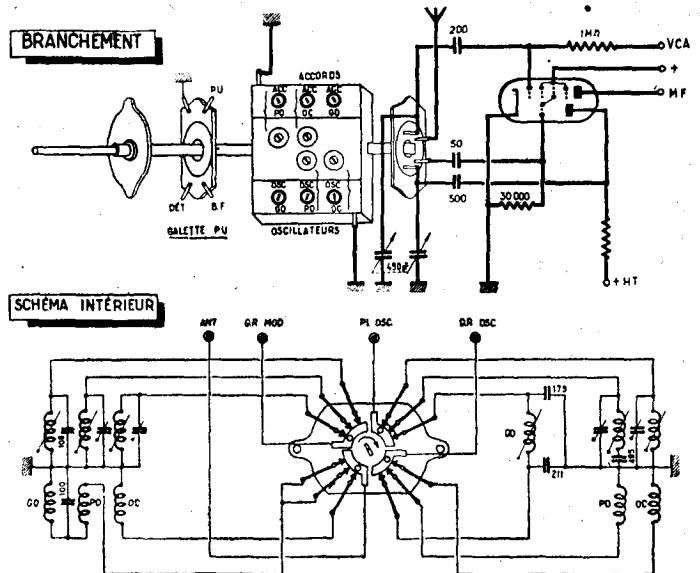

Fig. 2. — Schémas de branchement, de montage intérieur et d'encombrement d'un bloc d'accord à 3 gammes (Visodion R23A)
Ce bloc est représenté sur la figure 2. On a indiqué les connexions des bobinages du bloc avec la lampe oscillatrice-modulatrice (ECH41 ou ECH42, ECH3 ou 6E8 en l'espèce), les condensateurs variables d'accord et d'oscillatrice, les condensateurs fixes et les résistances. Ce bloc blindé couvre les gammes (PO) de 1604 à 515 kc/s (GO) de 306 à 155 kc/s (GO) et (OC) 17,98 à 5,88 Mc/s avec un condensateur variable de 490 pF avec trimmer ; la fréquence intermédiaire est de 455 kc/s. On peut employer des antennes diverses, les circuits du bloc étant à haute impédance.
Sur la figure 2, (schéma intérieur), le schéma est disposé de manière à faire apparaître le commutateur et ses connexions. On peut donc reconnaître à la fois les connexions de branchement et les positions respectives des bobinages. Les galettes du commutateur sont représentées vues du côté du mécanisme en position